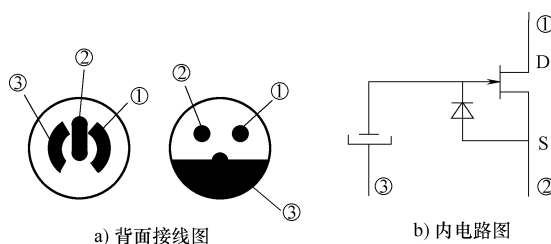

图 8-94 三根引脚驻极体电容传声器引脚识别方法
如图 8-94 所示是三根引脚驻极体电容传声器引脚识别方法示意图, ①脚是电源引脚, ②脚是输出引脚, ③脚是接地引脚。